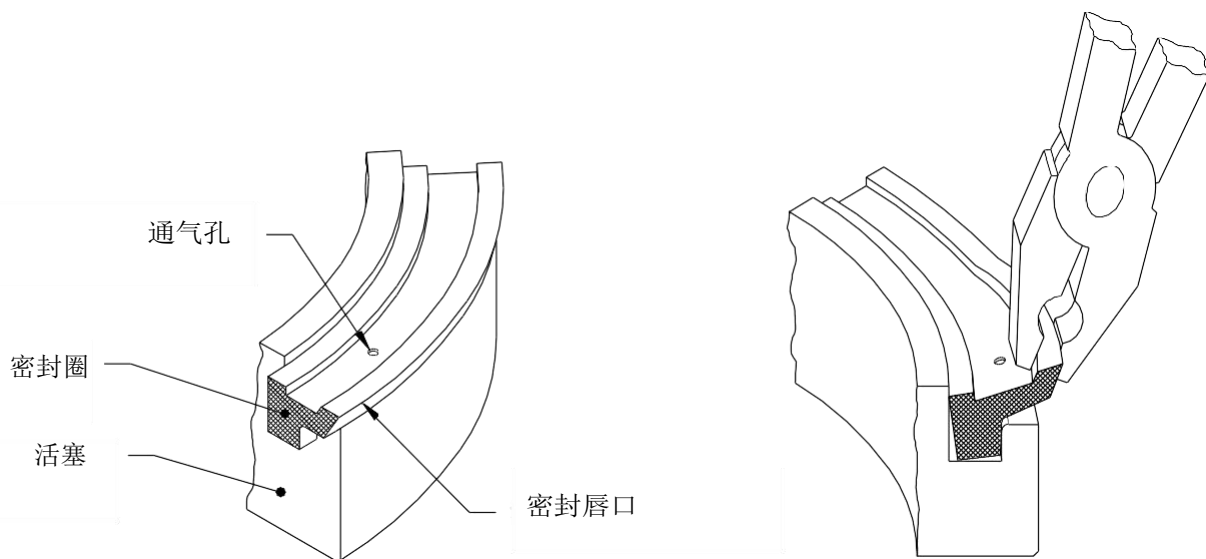

图8A：密封圈的拆卸
- d) 双密封件类型-找到密封件提取点，该点由密封件表面上的“点”标记指示。用钳子夹住提取标记附近的液压密封件密封，将密封件拉离活塞。参考图 8A。